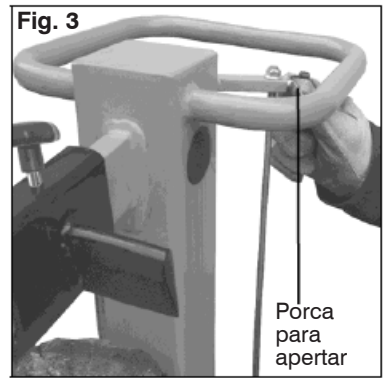

Fig. 3
5. Fixe a distância da cunha apertando a porca de ajuste situada ao lado da biela de ajuste da deslocação. (Fig.3).